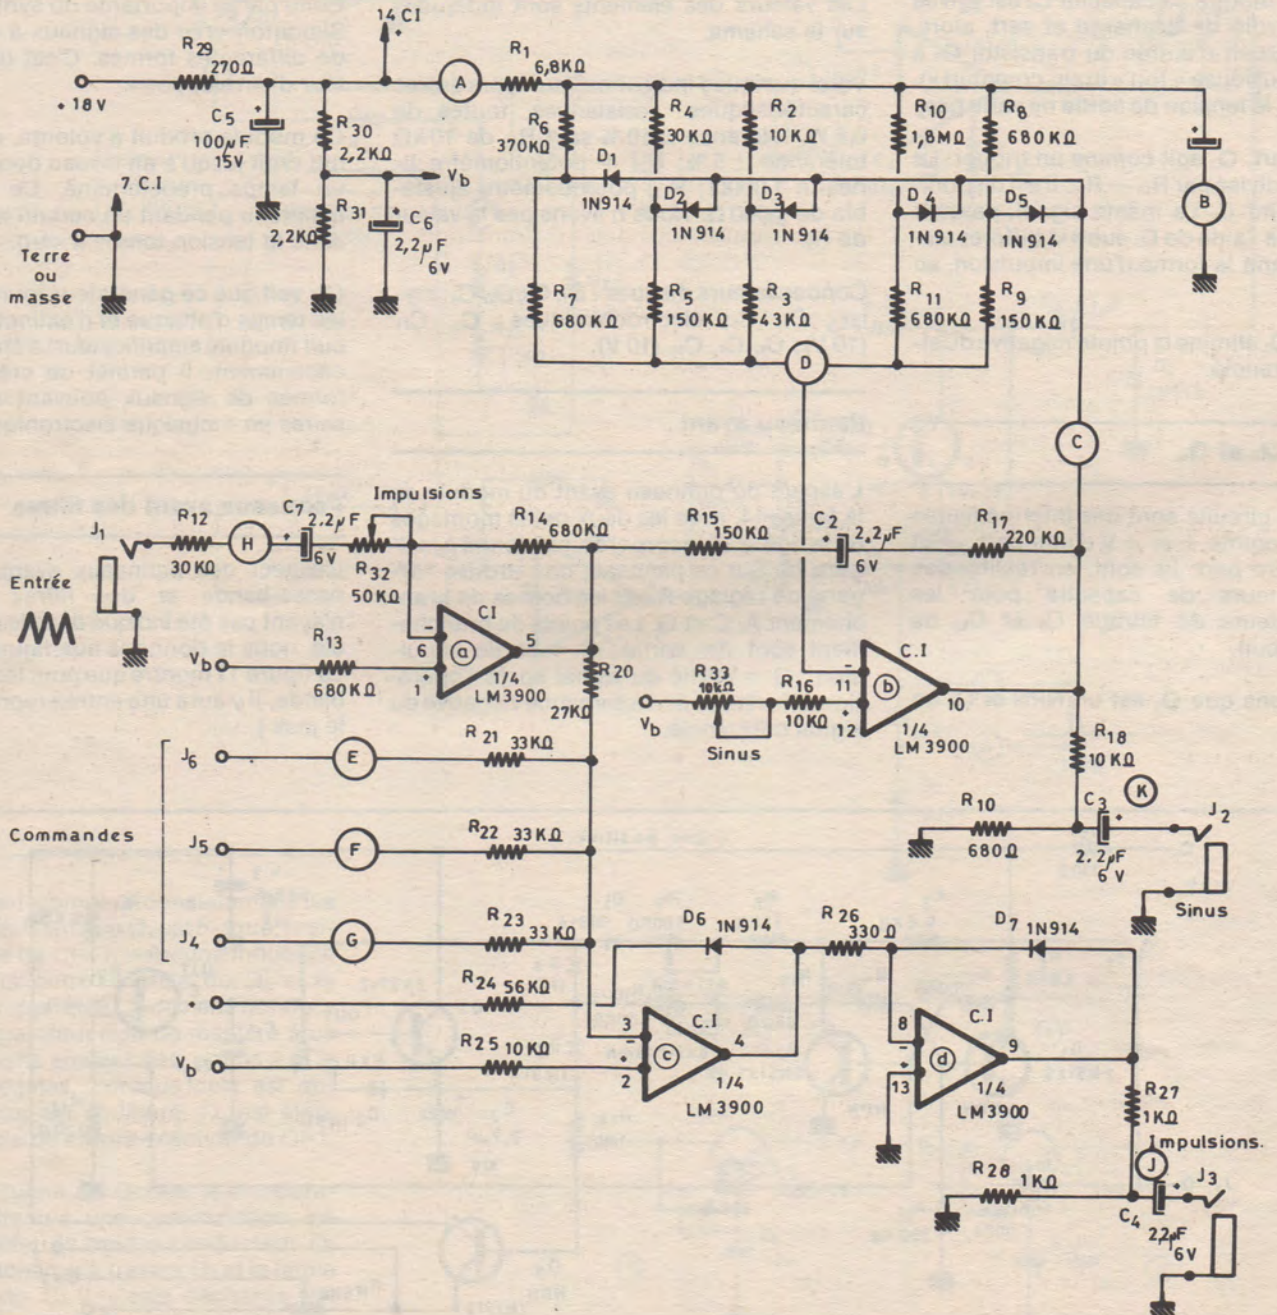

Figure 21
Sur le schéma de la figure 21, les points d'alimentation sont visibles en haut et à gauche : (7) CI = broche 7, à la masse, et (14) CI = broche 14. Remarquons que le CI est alimenté à partir du point +18 V de l'alimentation générale du synthétiseur
Le dernier module proposé par Simonton, dans la description de son synthétiseur est le modulateur à impulsions dont le schéma est donné à la figure 21.
A partir du point (A), qui coïncide avec le 14 du CI, on a obtenu une autre tension continue  $V_b$ , réduite et filtrée par  $R_{30}$ - $R_{11}$  et  $C_6$ . Le point  $V_b$  apparaît plusieurs fois sur le schéma et il va de soi que tous ces points devront être réunis pour constituer une ligne de tension  $V_b$ . Le montage de la figure 21 est à commande par tension. Les tensions de commande sont applicables aux points  $J_4$ ,  $J_5$ ,  $J_6$ .
Grâce à ce module on peut, à partir d'une tension triangulaire, appliquée à l'entrée  $J_1$ , obtenir une tension sinusoïdale à la sortie  $J_2$  et une tension à impulsions en  $J_3$  (voir figure 21).